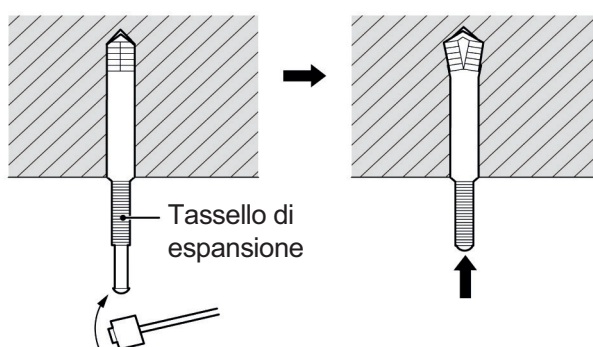

Fig. 4.1.11
2) Inserire il tassello di espansione M10 nel foro, poi installare il chiodo di ferro nel tassello. Come mostrato in Fig. 4.1.11, successivamente rimuovere il modello in carta.